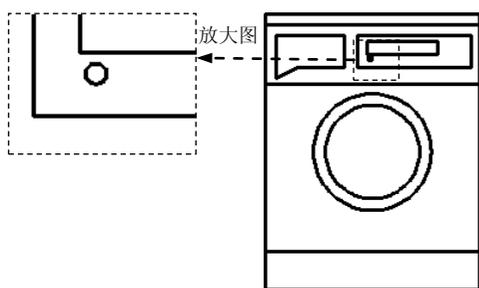

图 17.6.16 绘制圆
Step10. 绘制圆。选择下拉菜单 **绘图(D)** → **圆(C)** → **圆心、半径(R)** 命令, 在命令行的提示下输入“60,40”后按 Enter 键, 输入半径为 10 后按 Enter 键结束圆的绘制, 完成后如图 17.6.16 所示。